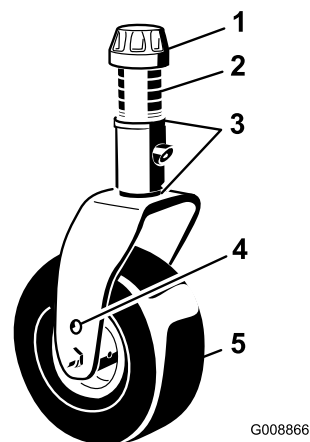

図 23
3. キャスタのシャフトからテンショニングキャップを外す（図 23）。そして、キャスタアームからシャフトを抜き出す。最初についていたように、キャスタシャフトにシム（3mm）を 2 枚セットする。適正数のスペーサシャフトにセットして希望の刈高にする。
4. キャスタシャフトを前キャスタアームに押し込む。シムを取り付け（最初についていたように）、残りのスペーサをシャフトに取り付ける。テンショニングキャップを取り付けてアセンブリを固定する（図 23）。